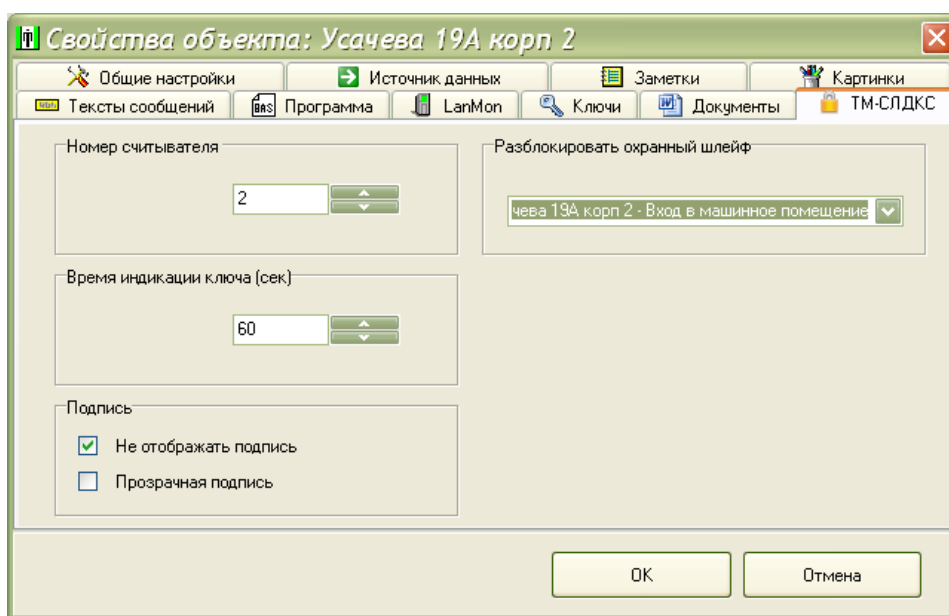

Рисунок 50
5) На вкладке «ТМ-СЛДКС» из списка выбрать номер считывателя ТМ-СЛДКС-3 (в соответствии с его адресом), задать время индикации ключа, выбрать из списка шлейф охранной сигнализации, который будет разблокирован разрешенным ключом (рисунок 50).